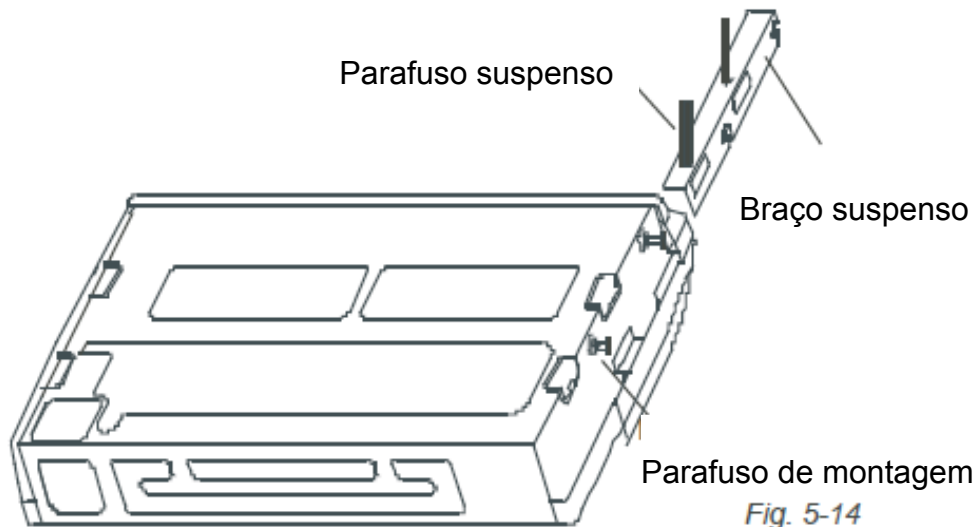

Fig. 5-14
- Suspenda a unidade no braço suspenso deslizando até atrás. Aperte os parafusos de montagem nos dois lados. (Refira-se à Fig. 5-14) (não faça isso para alguns dos modelos 60)